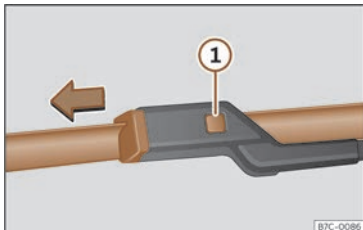

Abb. 180 Scheibenwischerblätter vorne auswechseln.
- Die Entriegelungstaste >>> (Abb. 180) ⓘ gedrückt halten und gleichzeitig das Scheibenwischerblatt vorsichtig in Pfeilrichtung abziehen.